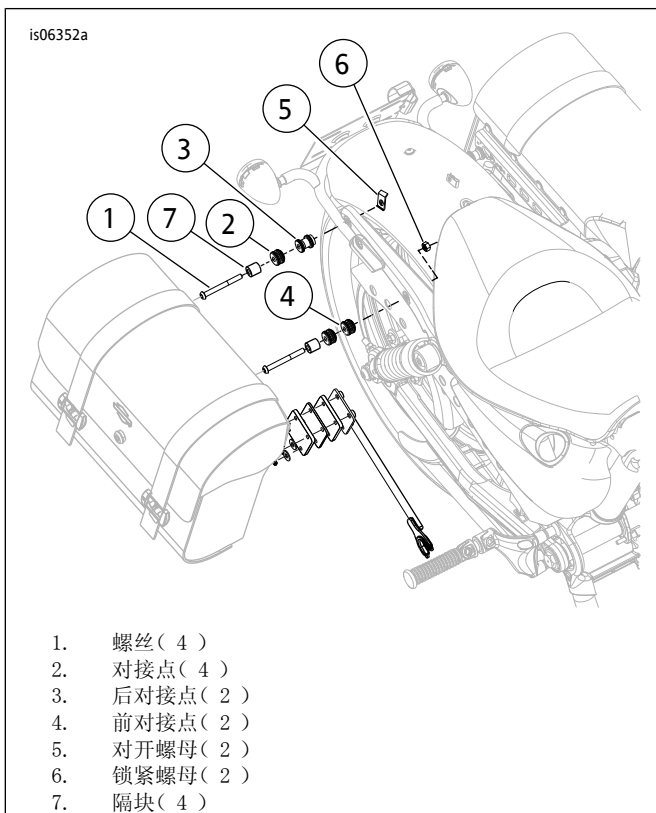

图2. 对接五金件叠放
1. 参见图2。取出螺丝(1)、前对接点(4)、隔板(7)和之前拆下的锁紧螺母(6)。注意两个对接点一端的小直径卡圈。对于带有其他可拆卸式套件的摩托车：用对接点(2)代替隔板(7)进行前后安装。